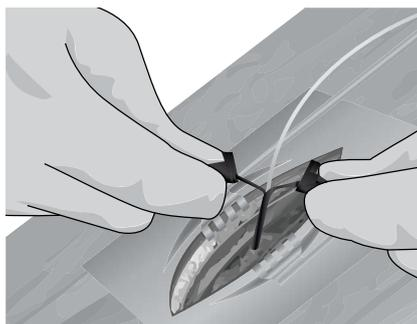

Figure 18. Séparation des ailes de la gaine et décollage de la gaine
2. Tout en s'assurant que la position de la sonde est maintenue, séparez les ailes de la gaine et retirez la gaine du site d'insertion (voir Figure 18).